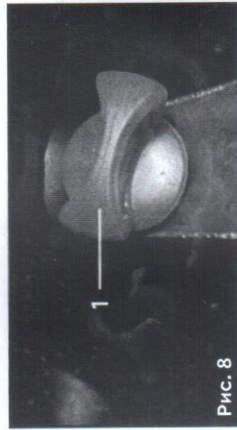

Рис. 8
4. Вставте щуп для виміру рівня (1) (рис. 8, 9) в гніздо, але не закручуйте його, витягніть щуп, перевірте рівень оливи візуально (за наявності крапель оливи на щупі).
5. Якщо рівень оливи низький (3), то заповніть картер двигуна рекомендованим типом оливи, поки його рівень не наблизиться до позначки (2). Пам'ятайте, що генератор при цьому повинен стояти на рівній поверхні.
6. Встановіть щуп (1) (рис. 8, 9) в гніздо і закрутіть його.
Підбирайте тип оливи в залежності від області застосування та пори року (рис. 8).